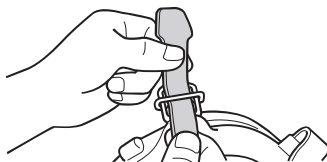

図 76 取り付け
3. しめひもの裏・表、ねじれ等に注意して、外した手順通りに取り付けます。(図 76 参照)